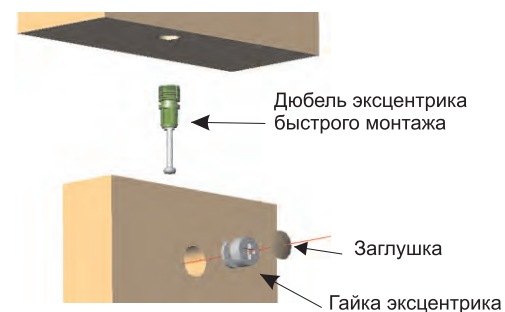

Рис.2
Установите шканты (3) в отверстия d=8 мм столешницы А и топа D. Вставьте дюбель эксцентрика быстрого монтажа (1а) в ноги В, столешницу А, топ D, боковины Е (см. Рис.2). Вбейте футорки (4а) в нижние торцы ног В, вкрутите ножки (4б) (см. Рис 3.).Соедините вместе ноги В и траверс С. Вставьте эксцентриковые гайки (1б) и с помощью отвертки поверните по часовой стрелке до фиксации (см. Рис.2). На собранную конструкцию установите столешницу А и закрепите с помощью эксцентриковых стяжек (1). Соедините вместе боковины Е и траверс F. Вставьте эксцентриковые гайки (1б) и с помощью отвертки поверните по часовой стрелке до фиксации (см. Рис.2). На собранную конструкцию установите топ D и закрепите с помощью эксцентриковых стяжек (1). Полученную конструкцию установите на столешницу А и закрепите эксцентриковыми стяжками (1). Отрегулируйте положение ножек (4б) по высоте. В эксцентриковые гайки (1б) вставьте заглушки (2).